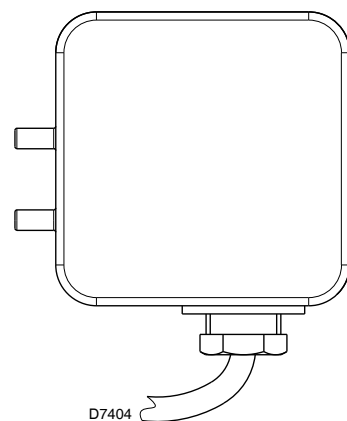

图 19
- 调节风压开关（图 19）到量程的起始位置。
应在完成所有上述燃烧器调节后再调节风压开关（图 19），此时风压开关应设定在量程的起始位置。